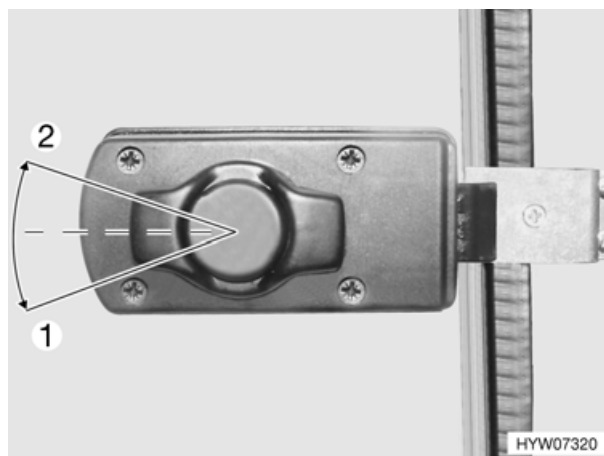
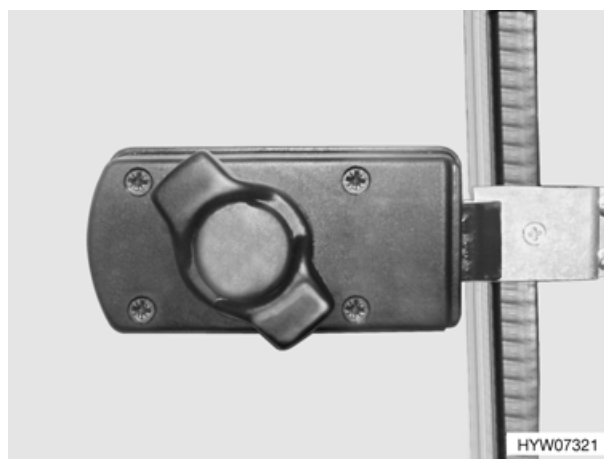

Fig. 12 Serratura della porta di ingresso, lato interno, apertura
Fig. 13 Serratura della porta di ingresso, lato interno, chiusa
- Girare la manopola della porta in senso antiorario (Fig. 12,1).
- Girare la manopola di circa 45° in senso orario e lasciarla in questa posizione (Fig. 12,2 e Fig. 13).